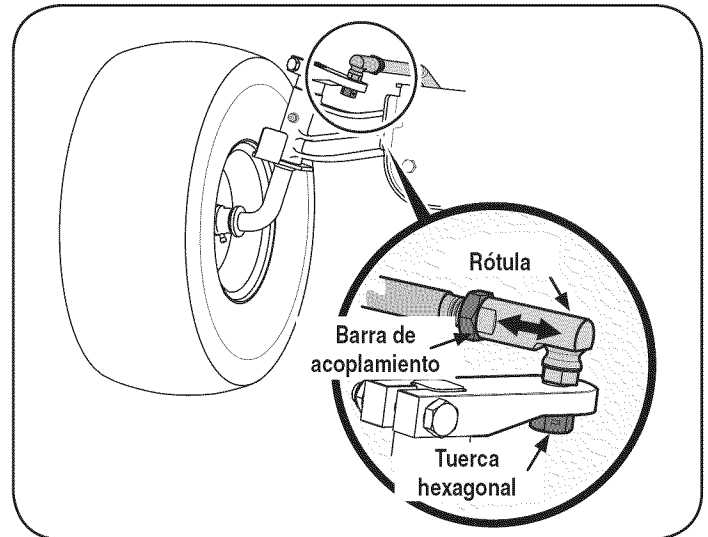

Figura 28
1. Extraiga la tuerca hexagonal de abajo de la junta de la rótula. Vea la Figura 28.